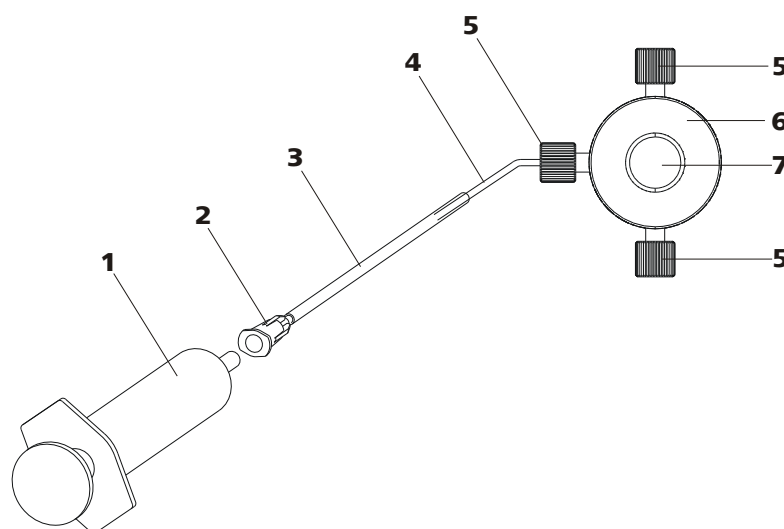

Figure 22 Purger la pompe haute pression
Purger la pompe haute pression de la manière suivante (voir Figure 22, page 33) :
- Insérer la seringue (22-**1**) dans le connecteur Luer (22-**2**) de la canule de purge (voir Figure 22, page 33).